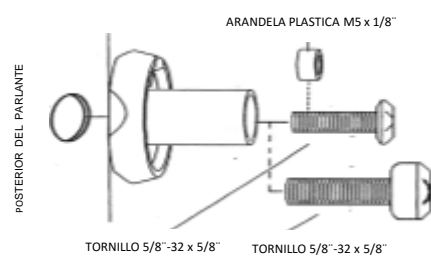

FIGURA 3
- Compruebe el tamaño del agujero y asegúrese de que el tornillo 5/8"-32x5/8", el 1/4"-20x1/2", el M6x20mm o el MSX 20mm cabe dentro (Figura 3).